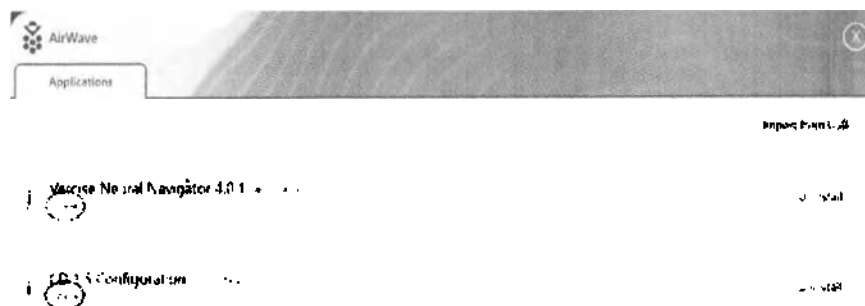

Рисунок 1. VNN 4.0.1 и ПЗ 1.5 уже установлены и доступны на AirWave
- а. Если ПО Vercise Neural Navigator 4 (версии 4.0.1) установлено или доступно на AirWave (Рисунок 1), перейдите к разделу «Дополнительная настройка (если применимо)» данного руководства.
- б. Если конфигурация ПЗ 1.5 (версии 1.0.0) установлена или доступна на AirWave (Рисунок 1), перейдите к разделу «Дополнительная настройка (если применимо)» данного руководства.
Если на КП ранее было установлено ПО Vercise Neural Navigator 4 (версии 4.0.1) или конфигурация ПЗ 1.5 (версии 1.0.0), доступные на AirWave (Рисунок 1), выполните следующие действия.